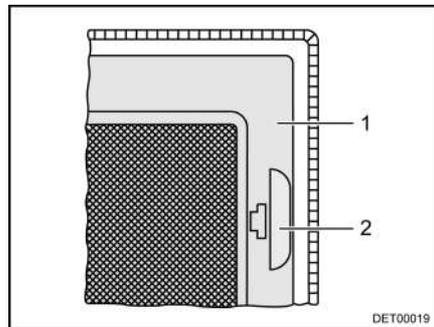

Fig. 19 Protección contra insectos
- Tirar del tirador (Fig. 19,2).
- Plegar hacia abajo la protección contra insectos (Fig. 19,1).
- Plegar hacia arriba la protección contra insectos (Fig. 19,1) hasta que engatille.